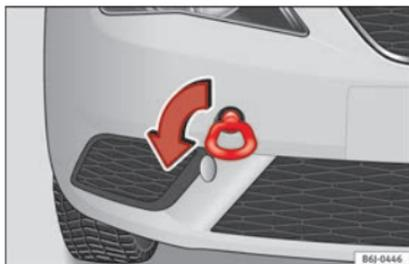

Fig. 166 Œillet de remorquage avant
- Vissez l'œillet jusqu'à la limite vers la gauche, dans le sens indiqué par la flèche »» fig. 166 .